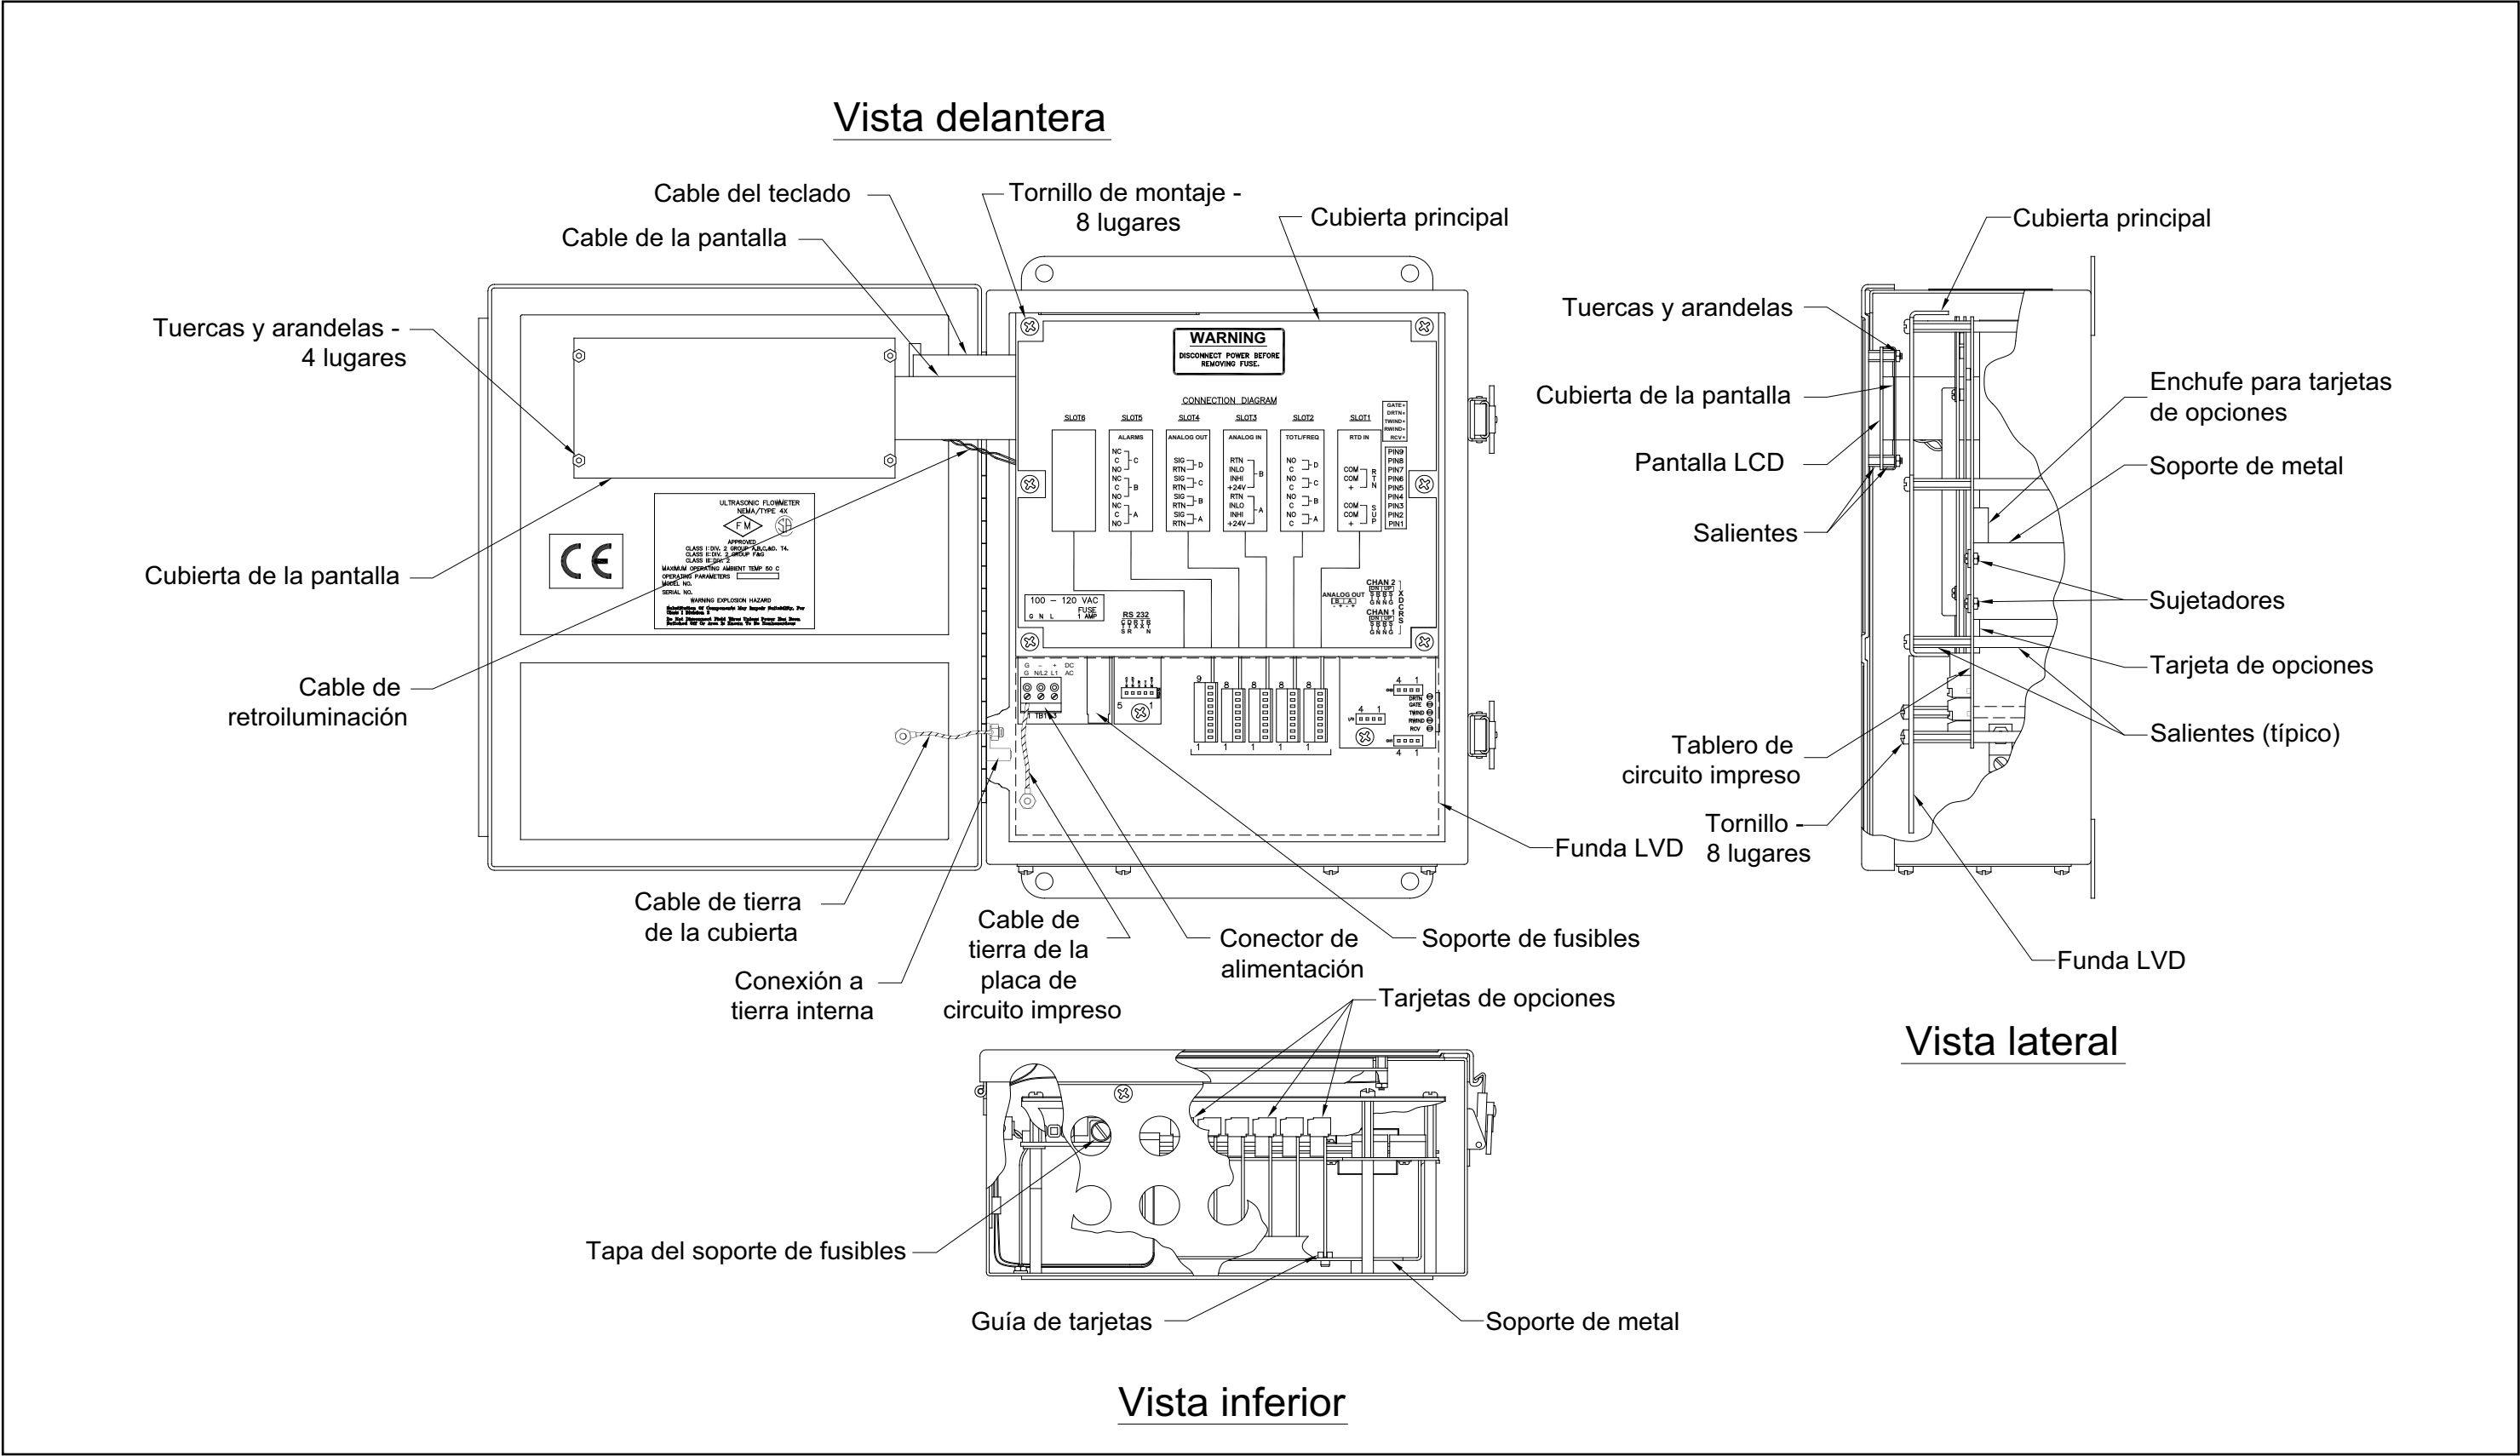
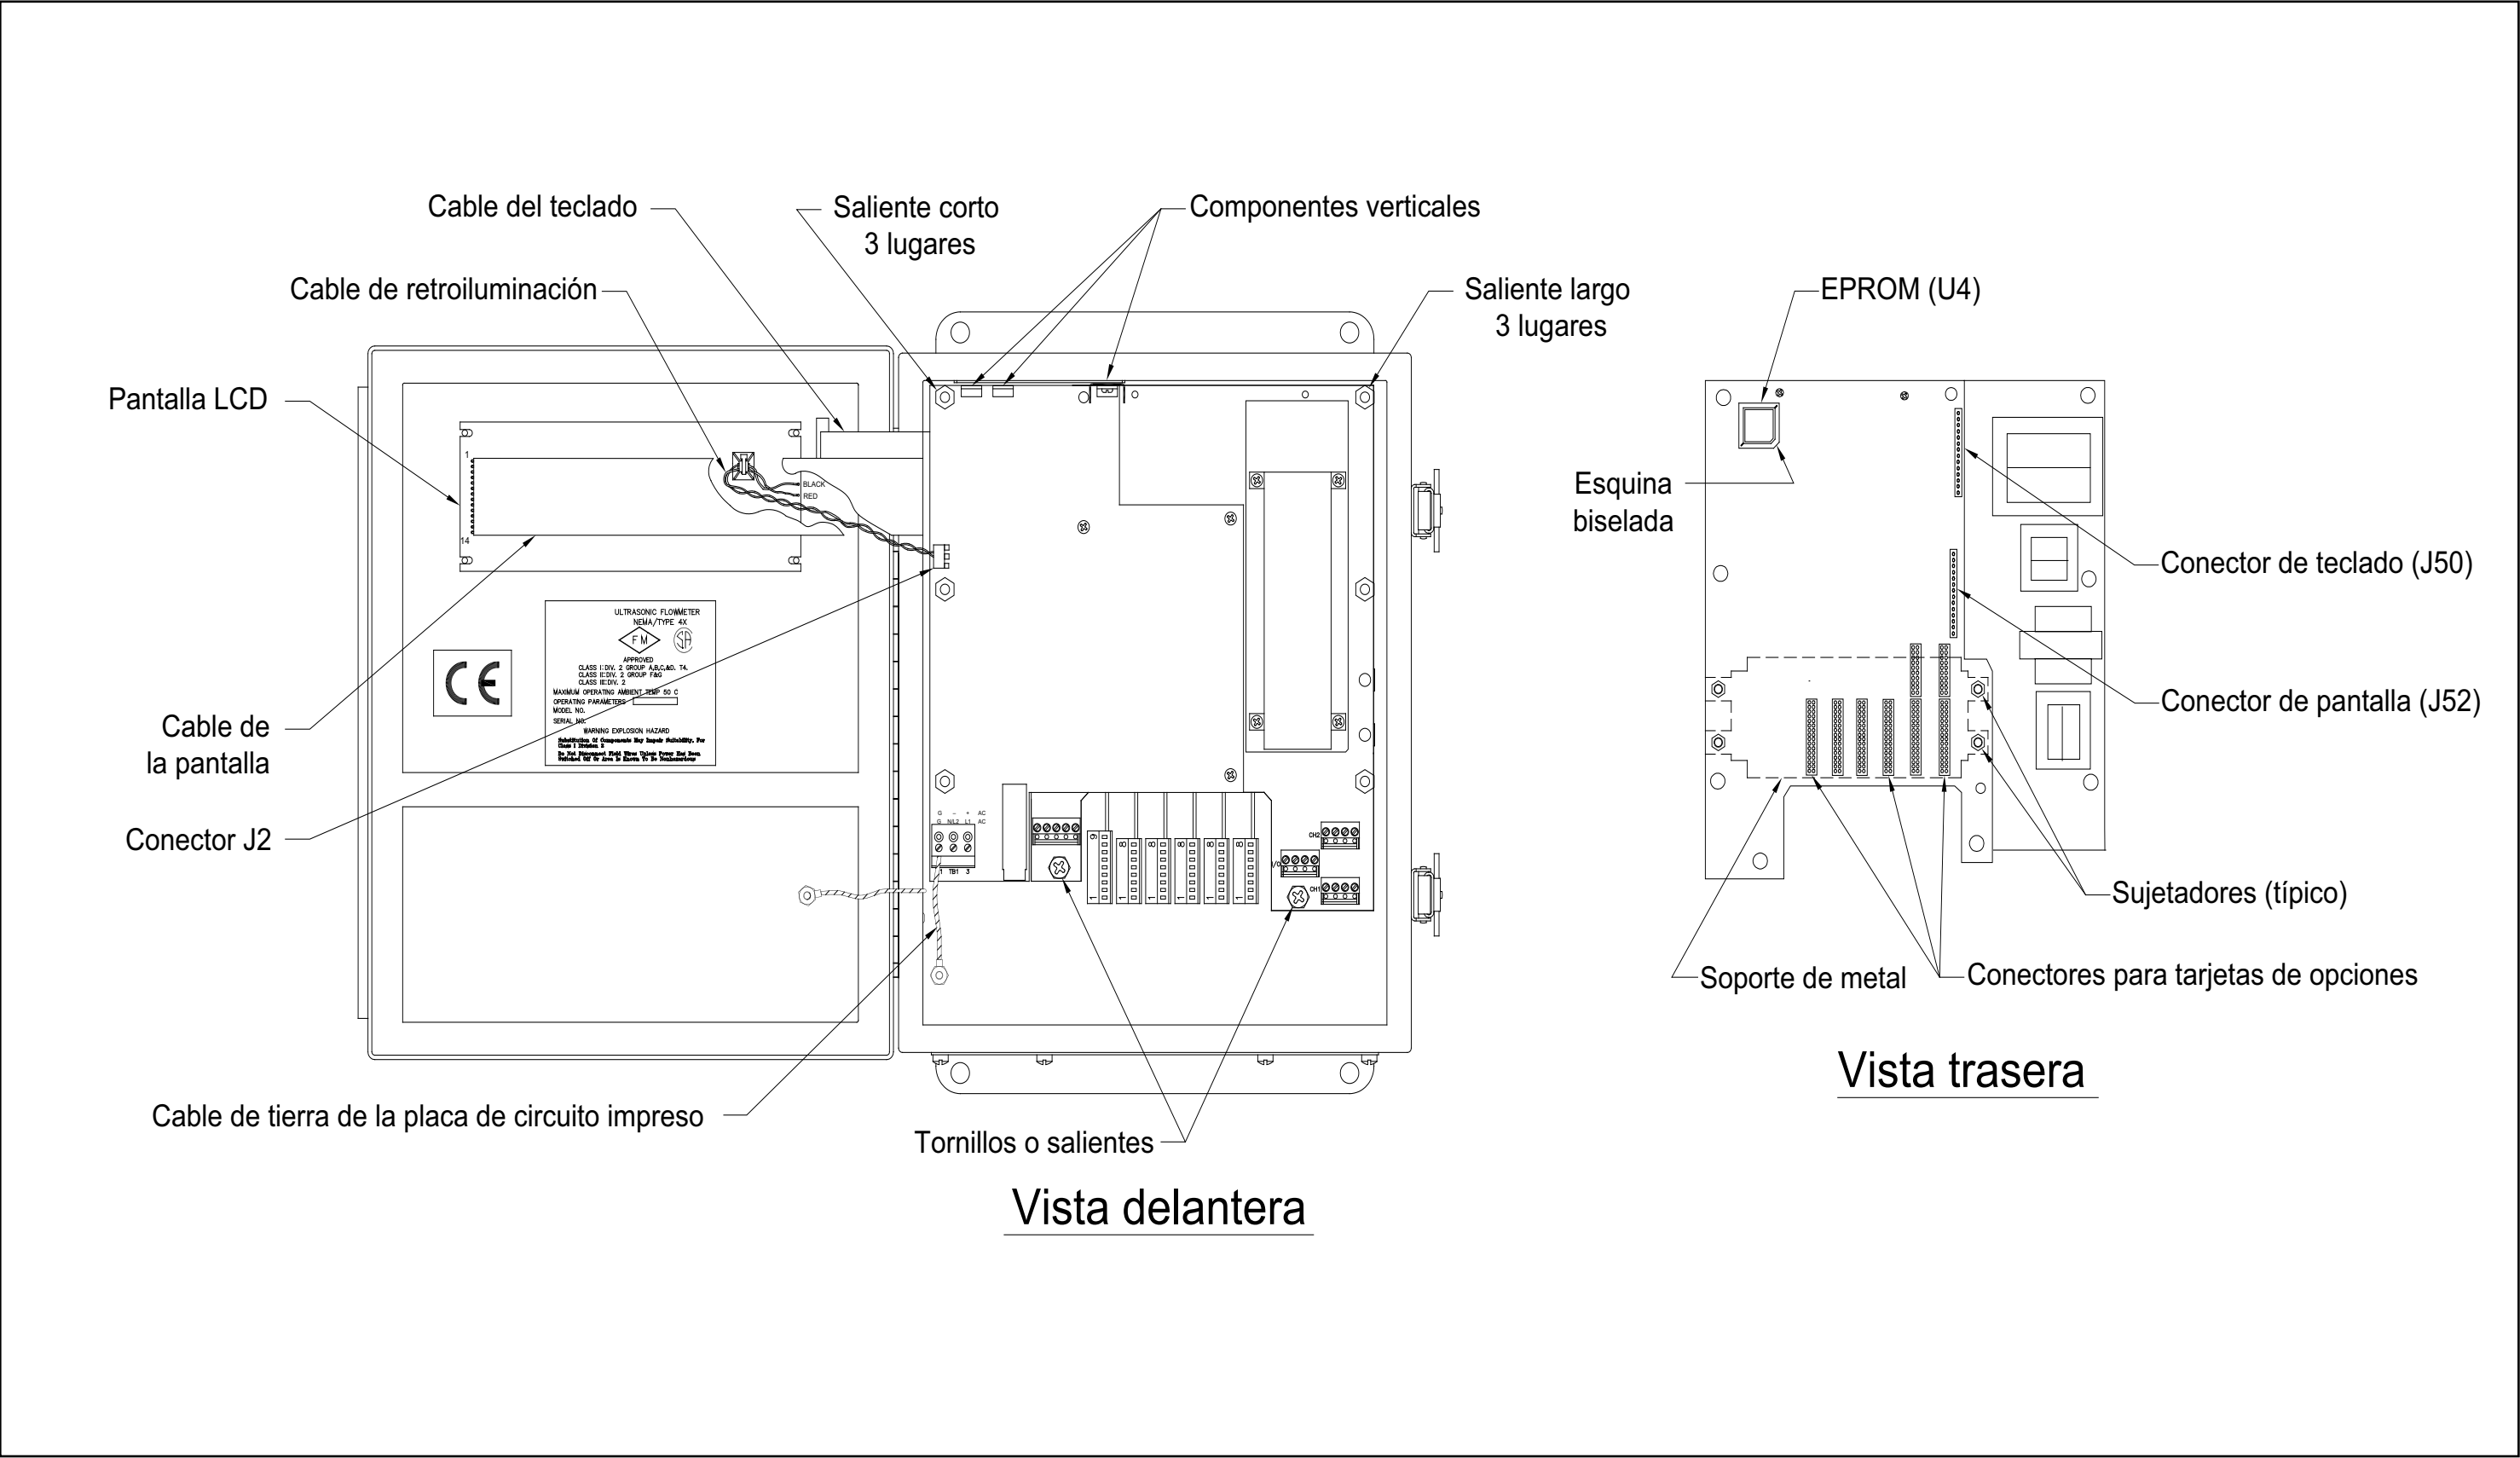

Figura 8: Modelo estándar GF868 - Montaje de la consola de componentes electrónicos
Figura 9: Modelo estándar GF868 - Montaje del tablero de circuito impreso
Todos los procedimientos de mantenimiento restantes que se analizan en este capítulo requieren la extracción de la placa de circuito impreso. Para realizar esta tarea, consulte Figura 8 en la página 37 y Figura 9 en la página 38 mientras completa lo siguiente:
¡PRECAUCIÓN! Durante este procedimiento, tenga mucho cuidado de no dañar los componentes verticales a lo largo del borde superior de la placa de circuito impreso (consulte la Figura 9 en la página 38). Las flexiones bruscas o repetidas de estos componentes romperán sus terminales.
El *Programa de usuario* del Modelo GF868 se almacena en un chip de memoria de solo lectura programable y borrrable (EPROM). El EPROM, que está designada como componente U4, se encuentra en la esquina superior izquierda de la parte posterior de la placa de circuito impreso. Consulte Figura 9 en la página 38 para ver una vista posterior de la placa de circuito impreso. Puede ser necesario reemplazar el EPROM para sustituir un chip defectuoso o para actualizar a una versión de software más reciente. Para reemplazar el EPROM, siga los siguientes pasos:
Para instalar una tarjeta opcional, consulte Figura 9 en la página 38 y complete los pasos siguientes:
5. Coloque el soporte metálico sobre las tarjetas de opciones, asegurándose de que todas las tarjetas de opciones estén alineadas con las guías de tarjetas de plástico en el soporte. Fije el soporte metálico a la placa de circuito impreso con los remaches de presión suministrados. Consulte el ensamblaje instalado en Figura 8 en la página 37.
Las mediciones del Modelo GF868 se muestran en un panel gráfico de la pantalla LCD de dos paneles. La pantalla LCD normalmente ofrece años de servicio fiable, pero se puede reemplazar fácilmente sobre el terreno cuando sea necesario. Para reemplazar la pantalla LCD, consulte Figura 8 en la página 37 para ver la ubicación de los componentes y complete los pasos siguientes:
4. Coloque el nuevo conjunto de pantalla LCD sobre los pernos de montaje de la cubierta de la consola y fíjelo en su lugar con los cuatro separadores. Asegúrese de que el conjunto de la pantalla LCD esté orientado como se muestra en Figura 9 en la página 38.
Tanto si la placa de circuito impreso se ha retirado para su sustitución como para alguno de los otros procedimientos descritos en este capítulo, la reinstalación de la placa de circuito impreso es el paso final del proceso. Consulte Figura 8 en la página 37 y complete los pasos siguientes:
1. Coloque la placa de circuito impreso dentro de la consola electrónica con el borde superior inclinado hacia adelante. Inserte los conectores del cable plano de la pantalla y del cable plano del teclado en sus zócalos en la parte posterior de la placa de circuito impreso. Consulte Figura 8 en la página 37 y Figura 9 en la página 38 para identificar los cables y enchufes. Tenga en cuenta que el cable del teclado se conecta al conector superior y el cable de la pantalla se conecta al conector inferior.